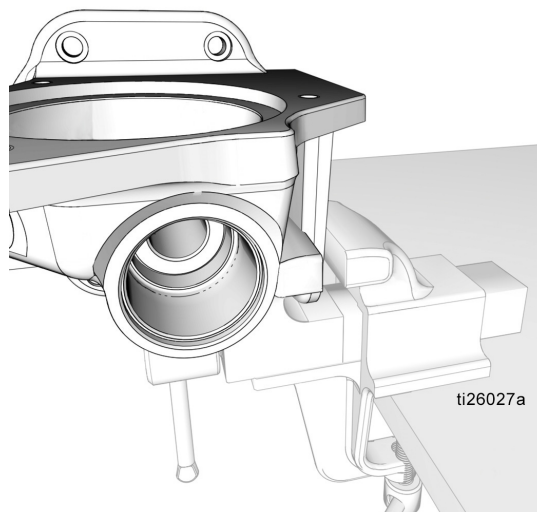

Рис. 40
- 4. Измените положение основания насоса (1) в тисках, как показано на Рис. 40.